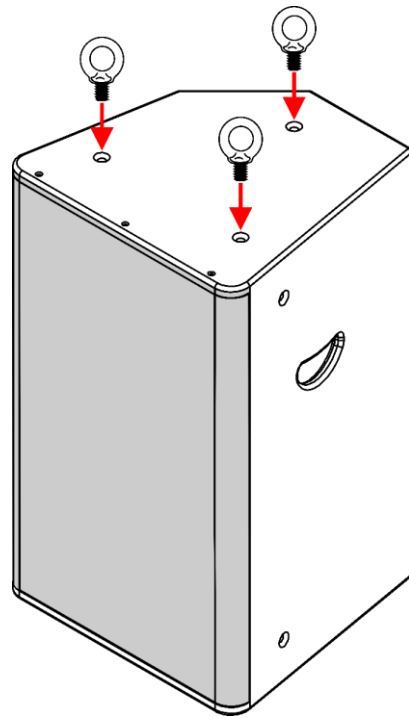

Fig. 05
- 02) Insérer et serrer 3 **boulons à œil filetés M10** (Fig. 05).